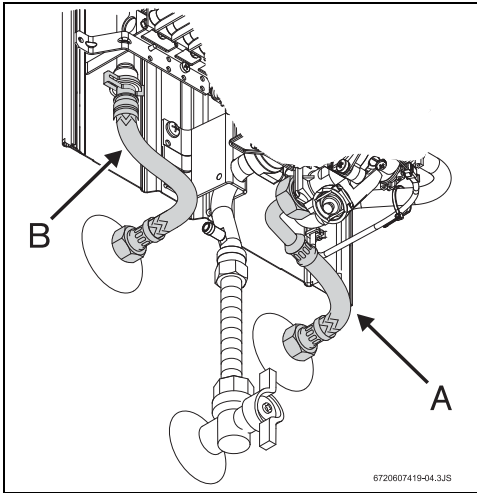

Fig. 10 Collegamento acqua
- ▶ Individuare le tubazioni di acqua calda (Fig. 10, pos. B) e fredda (Fig. 10, pos. A) dell'impianto onde evitare eventuali inversioni di collegamento.